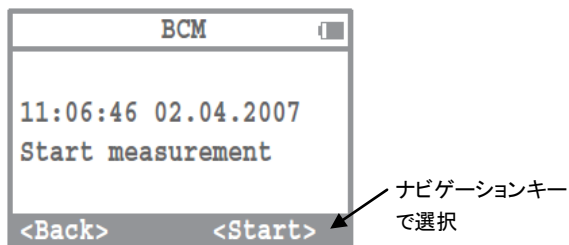

図 6. 測定開始時画面(例)
- (4) BCM 電極を貼付した後、2 分間以上経過したことを確認してからスタートキーを押して、測定を開始して下さい。測定中は患者の安静を保つようにして下さい。(図 6 参照)